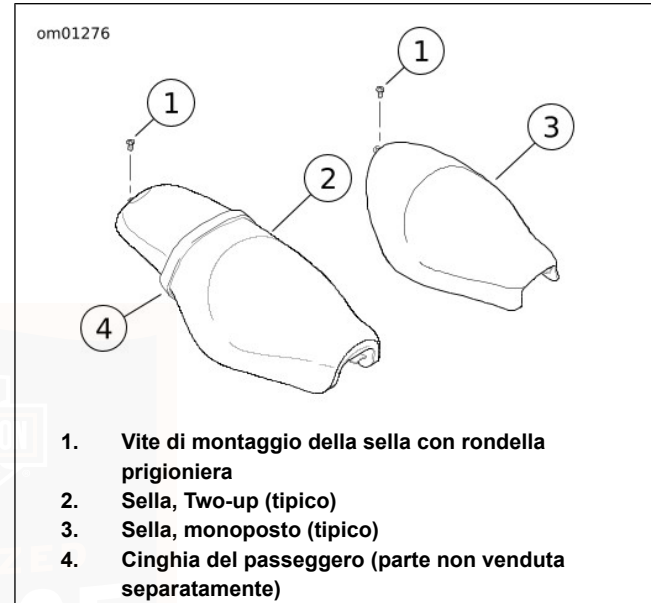

Figura 75. Montaggio della sella
4. Vedere Figura 75. Installare la vite di montaggio della sella con la rondella prigioniera per fissare la staffa di montaggio della sella alla parte superiore del parafrangente posteriore.